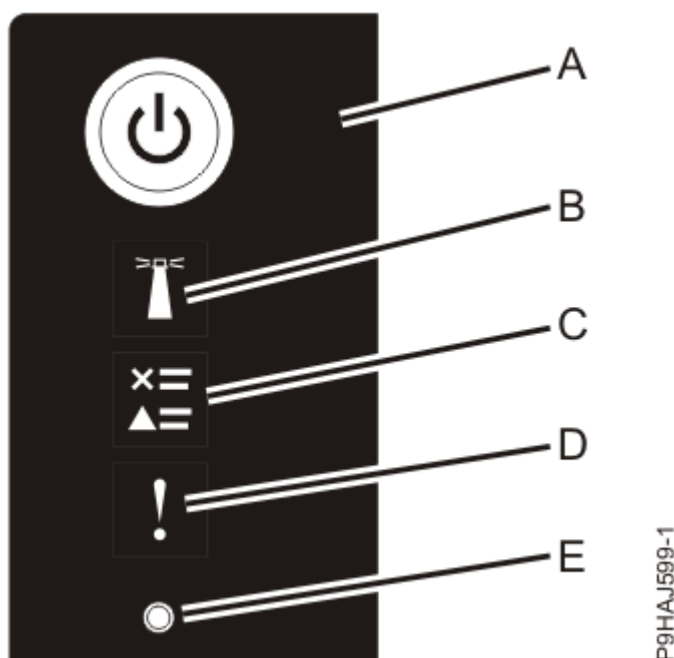

Figura 26. Ledurile panoului de control
3. Apăsați butonul de alimentare **(A)** de pe panoul de control, așa cum se arată în Figura 26 la pagina 33.